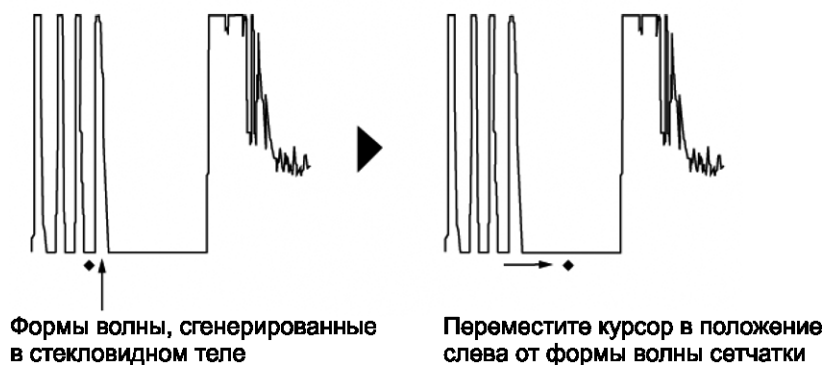

Рис. 2.
(Рисунок 2)
- 1) Убедитесь в том, что пороговый курсор сетчатки активирован. Если он не активирован, нажмите кнопку «Retina» (сетчатка) (2) для активации курсора.
- 2) При помощи кнопок перемещения курсора (3) передвиньте пороговый курсор сетчатки (1) так, чтобы он находился слева от формы волны сетчатки (рисунок 2).
- 1) Убедитесь в том, что пороговый курсор задней поверхности хрусталика активирован. Если он не активирован, нажмите кнопку «Lens. F» (2) для активации курсора.
- 2) При помощи кнопок перемещения курсора (3) передвиньте пороговый курсор (1) так, чтобы он находился слева от формы волны задней поверхности хрусталика (рисунок 2).